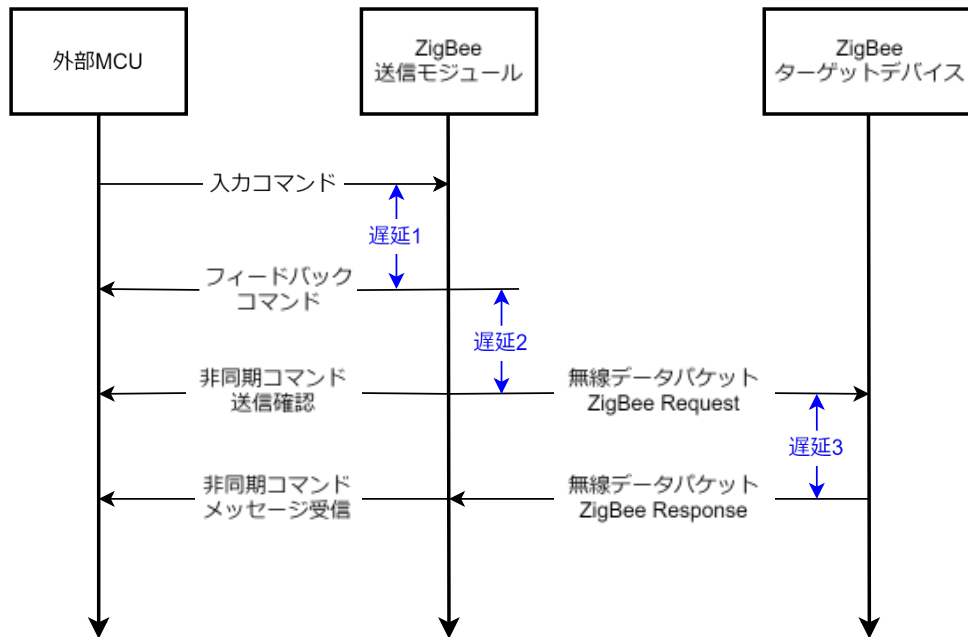

図 22 シリアルポートコマンド 3 レイヤーの応答の概略図
- 本モジュールが正常に動作している場合、シリアルコマンドは無線信号に変換され、ZigBee®通信を通じて送信されます。ZigBee®は通信速度が遅いため、信号がターゲットデバイスに届くまでに「遅延 2」(図 22 参照)の待機時間が発生します。信号がターゲットデバイスまで送信されたかどうかに関わらず、送信状況を通知するための送信確認メッセージが生成されます。この「遅延 2」には、信号の送信処理、ルート経由の転送、再送信などが含まれ、時間にはばらつきがあり、最短で数ミリ秒、最長で 20 秒程度かかる場合があります。送信確認の結果は、表 14 AF ステータスの通りです。
- 信号がターゲットに送信されると、ターゲットは処理結果のメッセージを返します。「遅延 3」(図 22 参照)には、対向デバイスの信号送信の遅延、および FLASH の読み書きやセンサーの駆動、周辺機器のその他の動作など、対向デバイスの信号処理の遅延が含まれます。このメッセージの結果については、表 16 ZCL ステータスを参照してください。